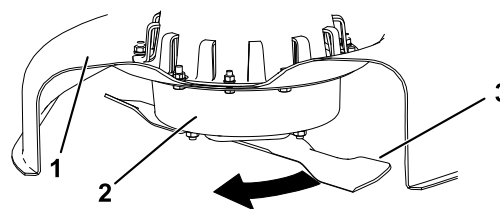

Figura 29
2. Purtați mâinile cu protecție corespunzătoare sau alte protecții adecvate pentru mâini și rotiți încet lama într-o poziție care vă permite să măsurați distanța dintre marginea de tăiere și suprafața uniformă pe care se află mâna (Figura 29).